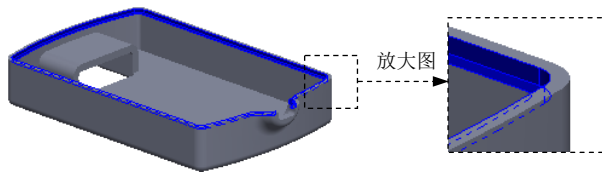

图 3.34.47 切除-扫描 1
Step6. 创建图 3.34.47 所示的切除-扫描 1。选择下拉菜单 **插入(I)** → **切除(C)** → **扫描(S)** 命令；选取草图 2 作为切除-扫描 1 特征的轮廓；选取组合曲线 1 作为切除-扫描 1 特征的路径；单击对话框中的 按钮，完成切除-扫描 1 的创建。